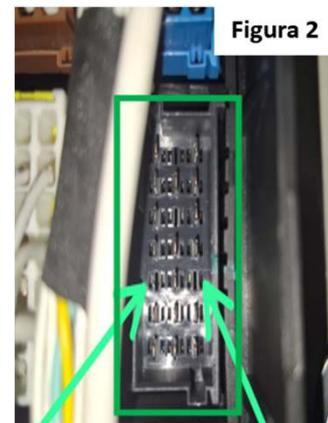

Figura 2
7. Comprobar visualmente, que estén presente los dos terminales en las posiciones indicadas en la figura 2, del conector gris (hembra).